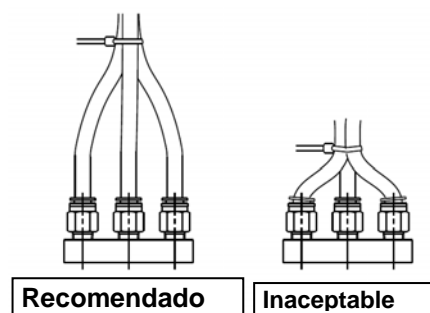

Figura 8
- No aplique una fuerza externa sobre los racores cuando doble los tubos para unirlos por medio de bandas, etc. (consulte la Figura 8).